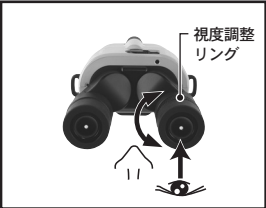

図10
- 次に、右目で右側の接眼レンズをのぞきながら、「視度調整リング(のぞいた際の右目側のみあります)」を回します。同じ目標物に正しくピントが合ったらとめます。(図10) ※ このとき「視度調整リング」の視度目盛りを覚えておきますと、次回に使用するときの視度調整が簡単です。「視度調整リング」の目盛りを合わせるだけで済みます。